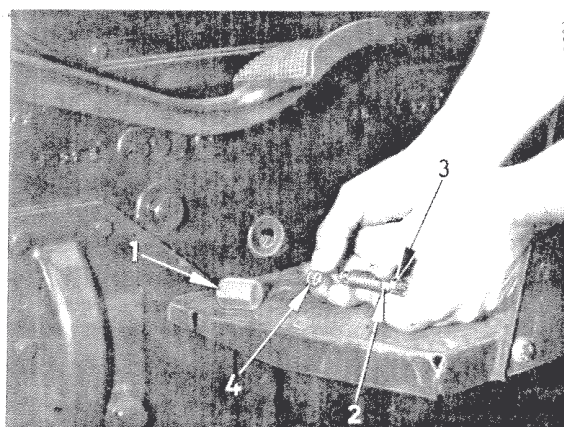

Fig. 68
Dévissez le chapeau de protection (1) Fig. 68 et enlevez le clapet complet en veillant à ne pas débloquer le contre-écrou (3).